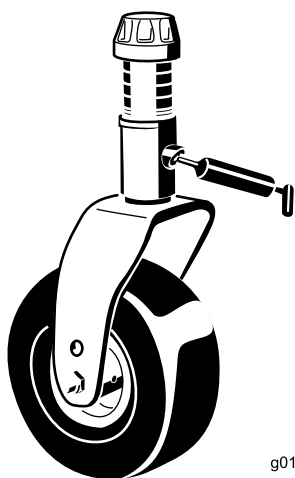

Рисунок 15
- Втулки валов вилок поворотных колес (4 места) (Рисунок 15)